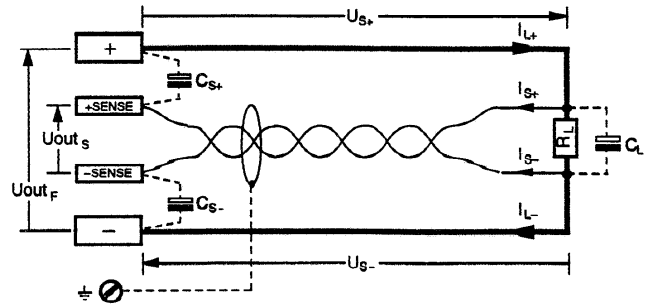

Bild 2.3 Lastanschluss mit Fühlerbetrieb
- Für den Betrieb mit Fühlerleitungen gelten die im **Bild 2.3** aufgeführten **Parameter** und **Grenzwerte**.
- Durch je einen Kondensator (C_{s+}, C_{s-}) zwischen **SENSE-** und **Ausgangsklemme** (siehe Bild 2.3) können Sie den Regelschwingungen entgegenwirken.